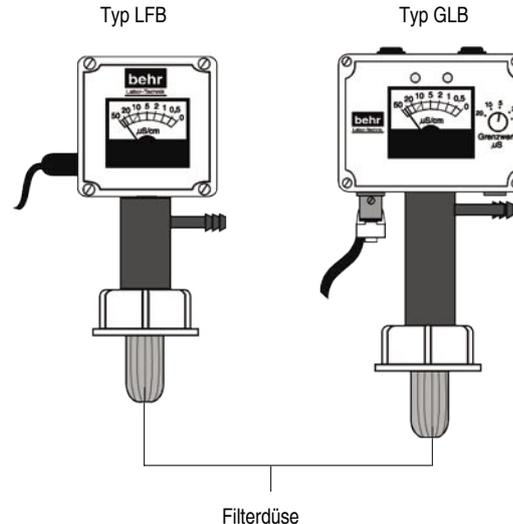
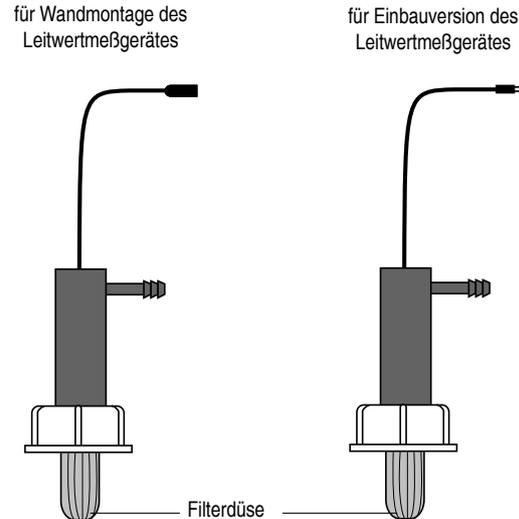

Bild 2: Leitwertmeßgerät mit eingebauter Meßelektrode
Bild 4. Meßelektrode
1. Leitwertmeßgerät mit fest eingebauter Meßelektrode (Bild 2) von Hand auf die Patrone schrauben.
- Meßelektrode (Bild 4) von Hand auf Patrone schrauben.
1. Meßelektrode (Bild 4) von Hand auf die behropur® Patrone schrauben.
Nach längerer Betriebszeit kann sich die Filterdüse (Bild 2, Bild 4) der Meßelektrode zusetzen. Das vollentsalzte Wasser kann nicht abfließen, in der Patrone entsteht Überdruck.